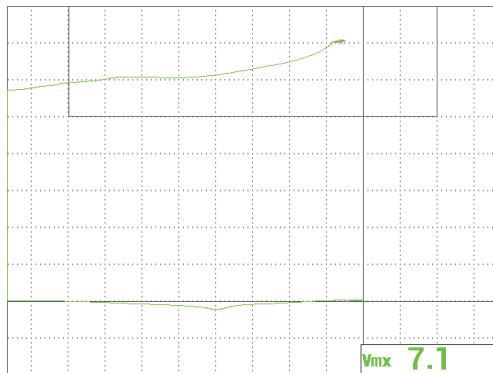

図 5-27 全画面モードの信号
- フリーズキー (❄️) を押して表示されたデータのフリーズを解除し、全画面 / 次へキー (➡️) を押して全画面モードに切り替えます（148 ページの図 5-27 を参照）。